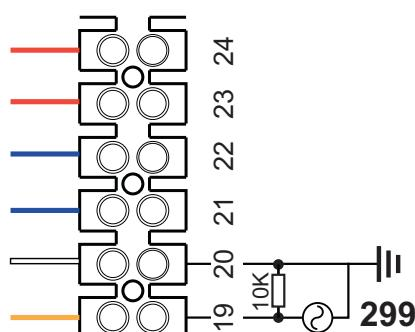

рис. 97
**ВНИМАНИЕ:** В случае нестабильности считывания сигнала 0-10 В электронным блоком управления рекомендуется подключить ссылку сигнала к земле и вставить параллельно резистор 10 кОм, как указано на рис. 97.